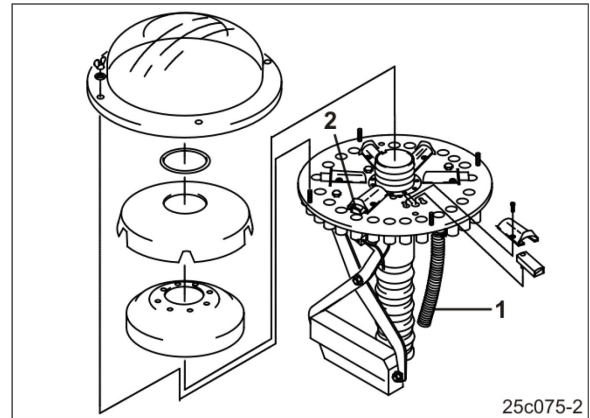

Рис. 129
1. Демонтируйте внешнюю крышку распределителя (Рис. 129/1).
2. Rin Демонтируйте кольцо g (Рис. 129/2).
3. Демонтируйте внутреннюю крышку распределителя (Рис. 129/3).
4. Демонтируйте пенопластовую вставку (Рис. 129/4).